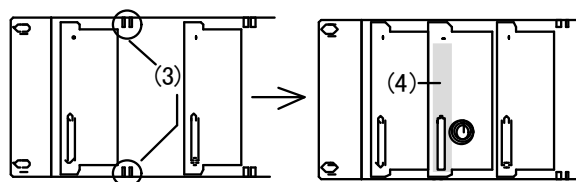

図 4-3 メインモジュールの挿入
- (4) 筐体正面のスロット内部に異物がないことを確認しメインモジュールを挿入します。
- ・図 4-3 (3)のスロットに、メインモジュールの基板を滑り込ませます。
- (5)奥までメインモジュールを押し込みます。
・その際、図 4-3 (4)の辺り(正面パネルの左側)を押すようにしてください。
- (6)フロントパネルを取り付けます。